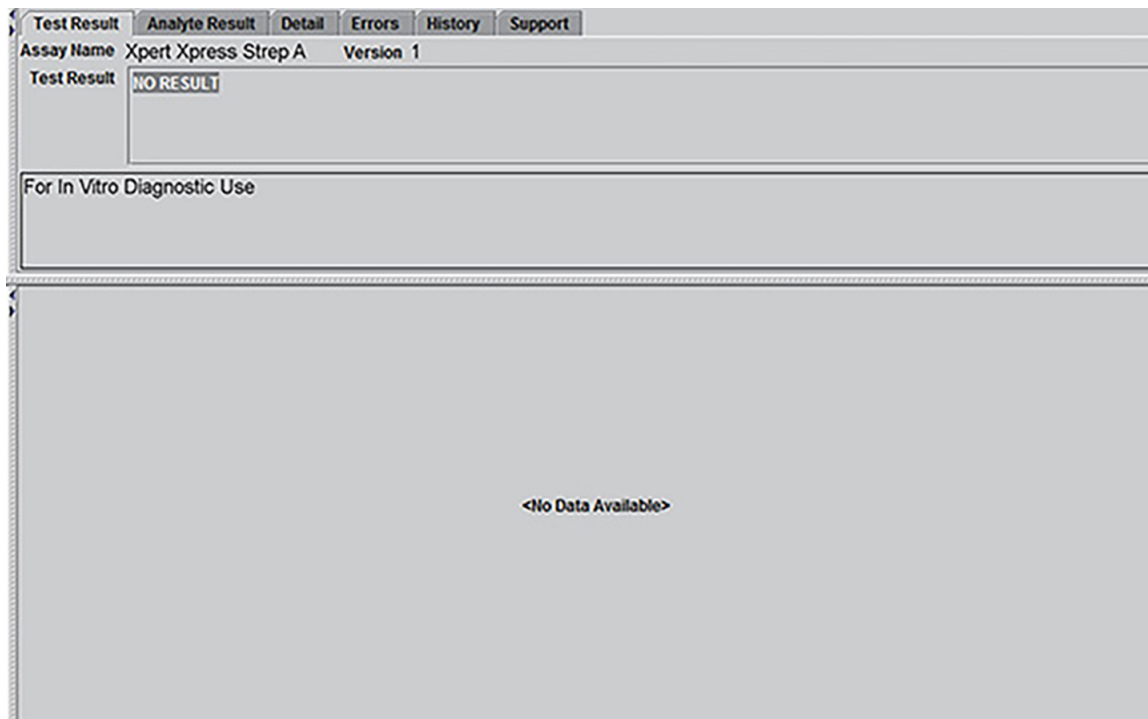

Abbildung 10. Beispiel für das Testergebnis „KEIN ERGEBNIS (NO RESULT)“
KEIN ERGEBNIS (NO RESULT) (Siehe Abbildung 10)	Vorliegen oder Abwesenheit der DNA-Zielsequenz für Strep A ist nicht zu bestimmen. KEIN ERGEBNIS (NO RESULT) bedeutet, dass nicht genügend Daten erfasst wurden. Zum Beispiel ist der Kartuschenintegritätstests fehlgeschlagen, hat der Benutzer einen laufenden Test abgebrochen oder es ist zu einem Stromausfall gekommen. <ul style="list-style-type: none"> <li>• Strep A – KEIN ERGEBNIS (NO RESULT)</li> <li>• SPC – KEIN ERGEBNIS (NO RESULT)</li> <li>• PCC – KA (NA) (keine Angabe)*</li> </ul> <p>*Wenn die Sondenprüfung KA (NA) anzeigt, wurde der Fehler durch Überschreiten des maximalen Druckgrenzwerts verursacht. Dadurch wird der Durchlauf vor der Sondenprüfung beendet.</p> <p>Wiederholen Sie den Test gemäß den Anweisungen in Abschnitt 16.2. Testwiederholung weiter unten.</p>